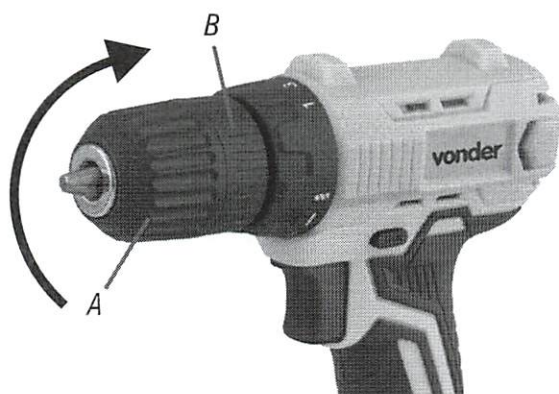

Fig. 4 – Apriete del mandril
- e. Apriete el mandril sujetando la pieza B y girándola en el sentido de las agujas del reloj hacia la pieza A, como se muestra en la Fig. 4.